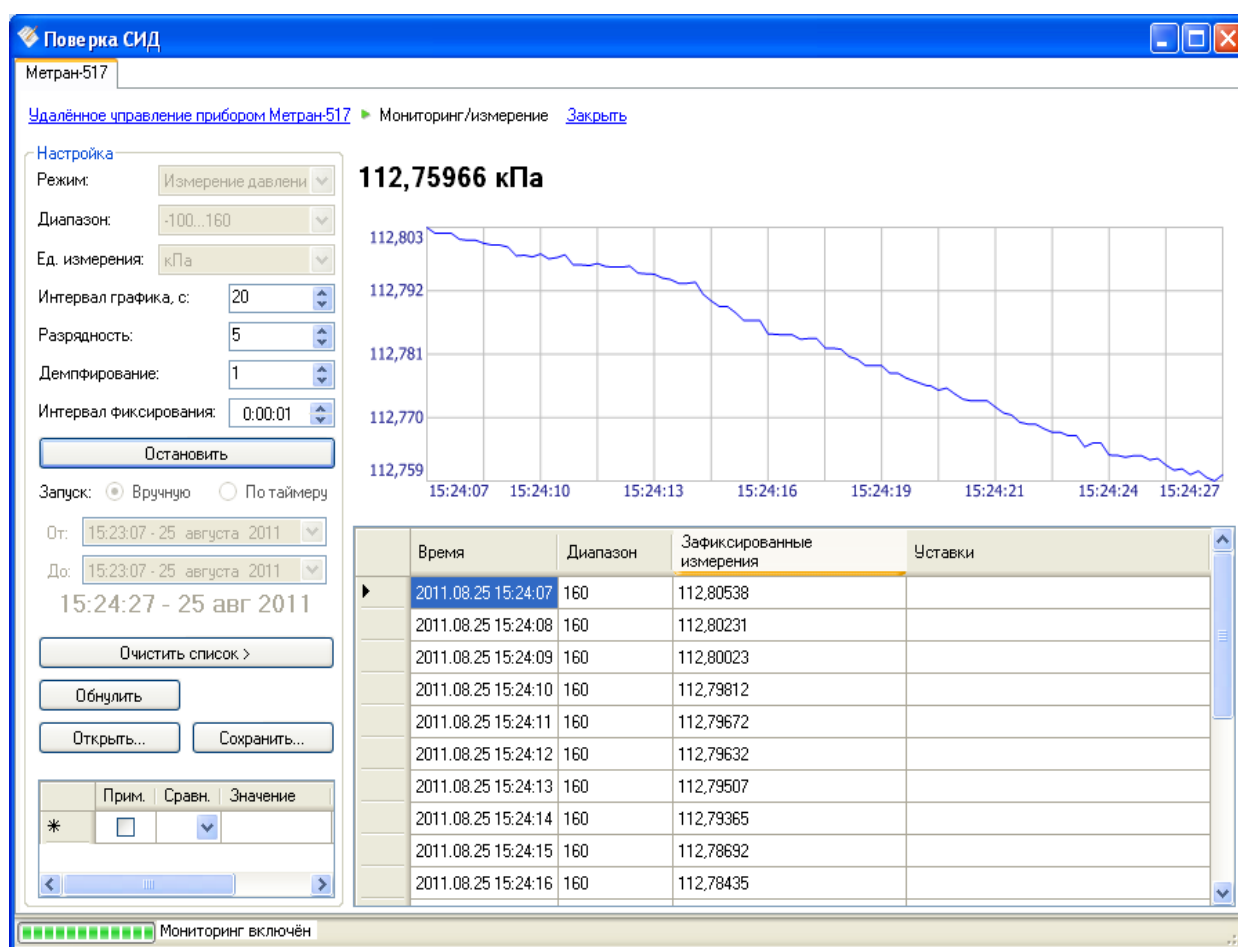

Рисунок 4.94 – Мониторинг / измерение калибратора Метран-517
- Мониторинг/измерение (см. Рисунок 4.94);
В окне программы расположены следующие компоненты (см. Рисунок 4.94):